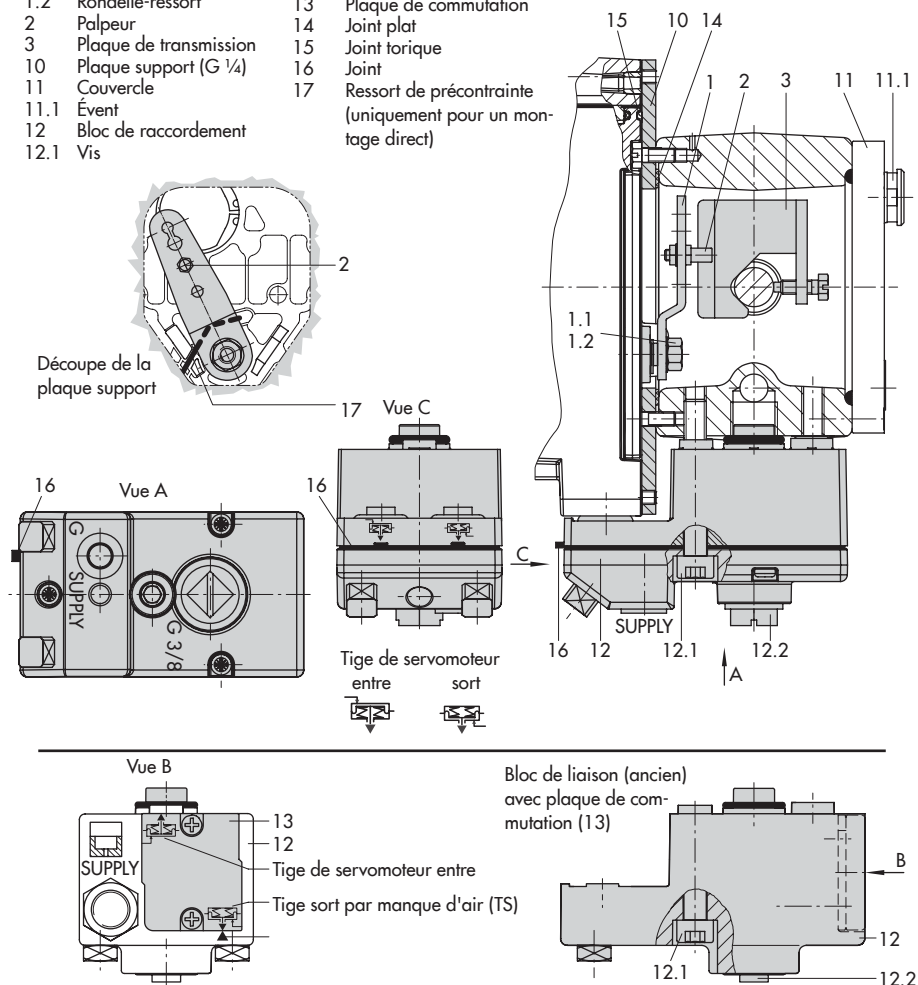

Fig. 6 : Montage direct – Raccord de pression de commande pour servomoteur type 3277 de 175 à 750 cm²
Monter le positionneur sur l'arcade comme illustré sur la Fig. 6. La pression de commande est transmise au servomoteur par l'intermédiaire du bloc de liaison (12) et soit par un orifice interne à l'arcade sur les exécutions « Tige sort par manque d'air », soit
1. Placer la plaque de transmission (3) sur la tige de servomoteur en vérifiant que la vis de fixation est positionnée correctement dans la rainure de la tige de servomoteur.
2. Fixer la plaque support (10) sur le servomoteur de sorte que la partie étroite de la découpe (Fig. 6, à gauche) soit orientée vers les raccordements pneumatiques du positionneur et que le joint plat (14) collé se trouve du côté de l'arcade.
3. **Servomoteur de 355, 700 et 750 cm² :** Enlever le palpeur (2) de la position 35 au niveau du levier M (1), puis le visser dans le perçage de la position 50. **Servomoteur de 175 à 350 cm² ayant une course de 15 mm :** le palpeur (2) reste dans la position 35 (réglage d'usine).
4. Insérer le joint profilé (15) dans la rainure du corps du positionneur, en appuyant sur les quatre lèvres de retenue au-dessus des boulons du corps et sur les deux mamelons de serrage présents dans les cavités du corps.
5. Faire passer le ressort de précontrainte (17) sous le levier (1) à travers la barrette et l'insérer dans l'alésage du corps, pousser le levier (1) contre la butée jusqu'à ce qu'il s'enclenche. Placer le positionneur sur la plaque support (10) et le visser à l'aide de ses trois vis. Vérifier que le palpeur (2) se trouve sur le dessus de la plaque de transmission (3). L'effort des ressorts doit plaquer le levier (1) contre la plaque de transmission.
6. Vérifier que la languette du joint (16) sur le côté du bloc de liaison est alignée de sorte que le symbole du servomoteur « Tige sort par manque d'air » ou « Tige entre par manque d'air » corresponde à l'exécution du servomoteur. Si ce n'est pas le cas, desserrer les trois vis de fixation, retirer le couvercle, puis tourner le joint (16) à 180° avant de le remettre en place. Avec l'ancien bloc de liaison (Fig. 6, en bas), la plaque de commutation (13) doit être positionnée en face du repère correspondant à l'exécution du servomoteur.
8. Placer le bloc de raccordement (12) avec ses joints d'étanchéité sur le positionneur et l'arcade, puis le fixer à l'aide de la vis (12.1). Pour les servomoteurs « Tige entre par manque d'air », retirer le bou-